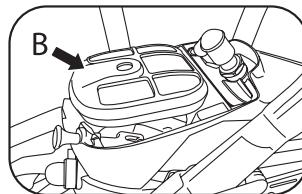

Рис. 13
1. Снимите крышку (A), извлеките воздушный фильтр (B) (Рис. 13).